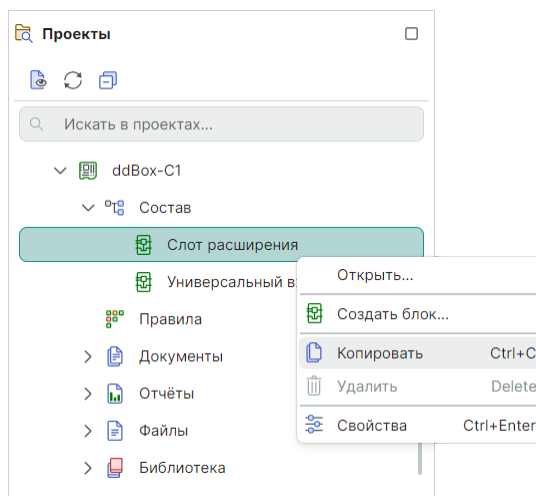

Рис. 264 Копирование блока
1. Выберите активный проект в дереве проектов на панели «Проекты», перейдите в узел «Состав», скопируйте блок в буфер, см. Рис. 264.